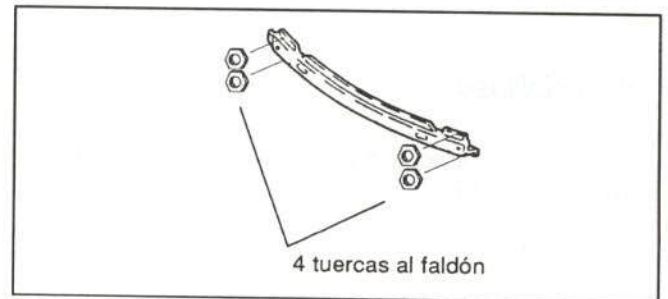

Figura 48.- Sujeción del alma del paragolpes
- Alma del paragolpes trasero (figura 48)